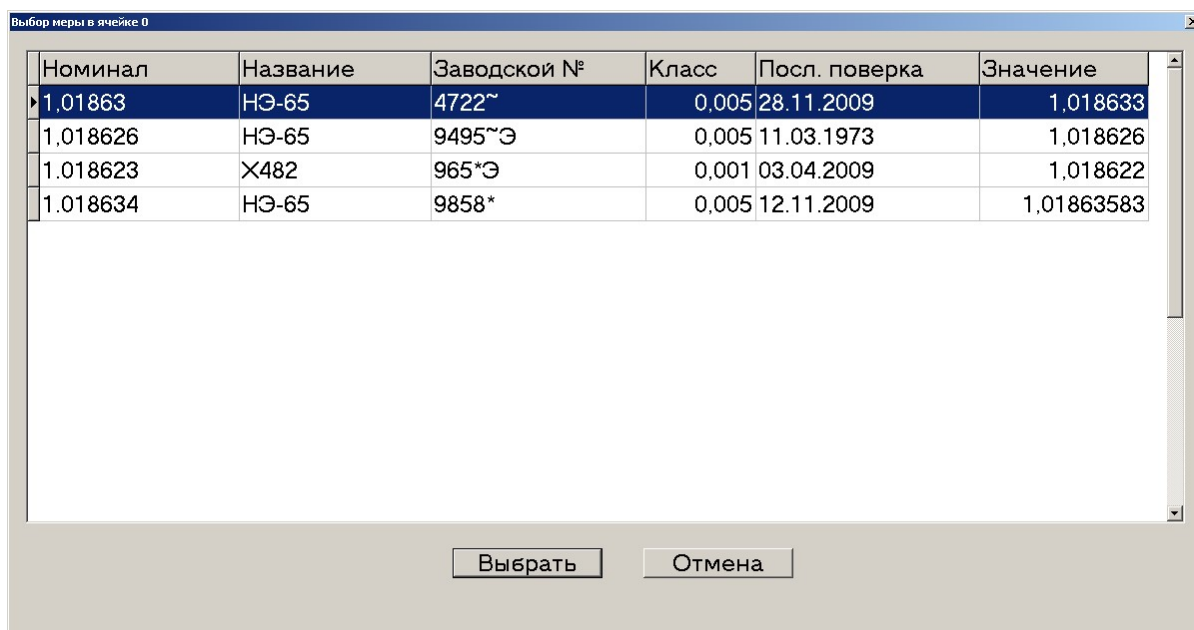
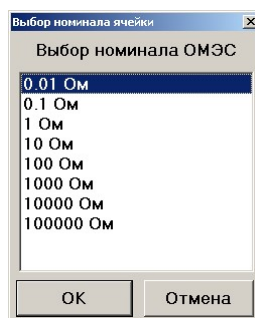

Рисунок 15. Окно «Выбор меры в ячейке»
Рисунок 21. Окно «Выбор номинала ОМЭС»
7.2.4 Выбор содержимого ячейки в окне «Выбор мер в ячейках термостата» осуществляется клавишей «Enter» на клавиатуре или двойным щелчком мыши. При этом открывается окно «Выбор меры в ячейке» (рис. 15). В этом окне содержится ранее введенные в справочник меры ЭДС. Выберите меру ЭДС и нажмите клавишу «Enter».
7.4.5 Выбор содержимого ячейки в окне «Выбор мер в ячейках термостата» осуществляется клавишей «Enter» на клавиатуре или двойным щелчком мыши. При этом открывается окно «Выбор номинала ОМЭС» (рис. 21). В этом окне необходимо выбрать какого номинала ОМЭС загружена в данную ячейку, выбор осуществляется нажатием на кнопку «ОК» или клавишей «Enter». При этом открывается окно «Выбор меры в ячейке» (рис. 15). В этом окне содержится ранее введенные в справочник ОМЭС выбранного номинала. Выберите ОМЭС и нажмите клавишу «Enter».